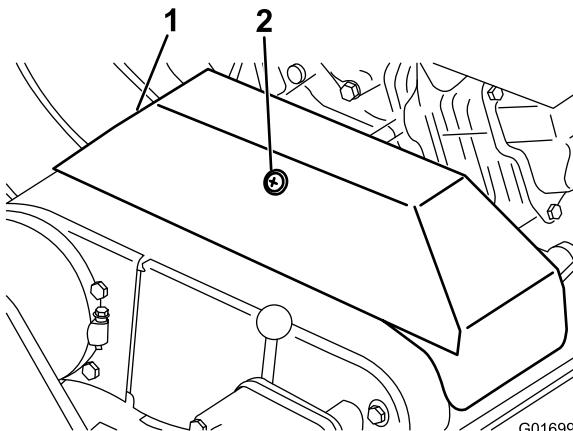

図 34
3. Vベルトカバーを固定しているリテーナをゆるめて、カバーを開ける図 34。